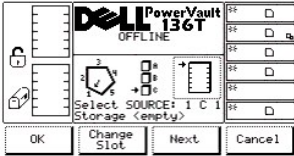

図 14. Status > Library > Slot > Change Slot ダイアログ
- 1 **Next** ソフトキーの下にあるボタンを選択すると、現在のソースパラメータはマガジンからスロットへ変わり、スロット変更ダイアログが表示されます。図 14を参照してください。